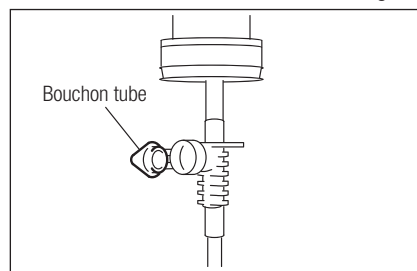

Fig. 14
- 3) Ouvrez le bouchon du tube pour que de l'air entre dans la bouteille. (Fig.14)